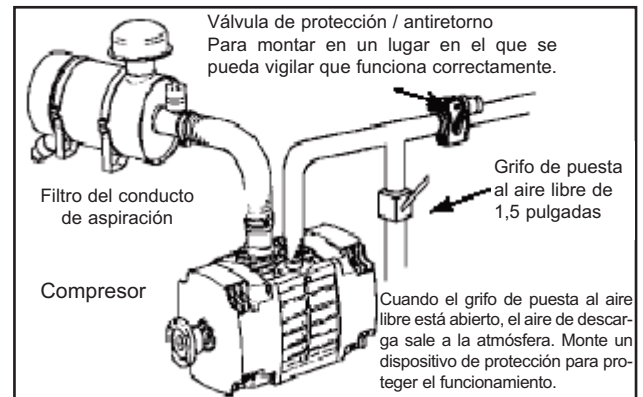

Figura 8- Instalación habitual de un compresor
3. El compresor DEBERÁ tener una válvula de protección de dimensiones adecuadas, instalada unas 30 pulgadas (75 cm) después de la expulsión del compresor ; ver la figura 8.